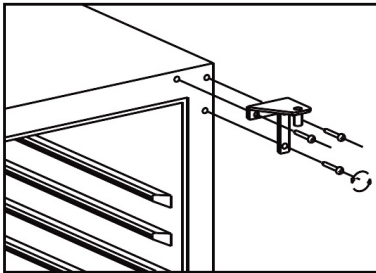

fig. 8.3
- Afmonter højre tophængsel og gem for evt. senere brug. Se fig. 8.3